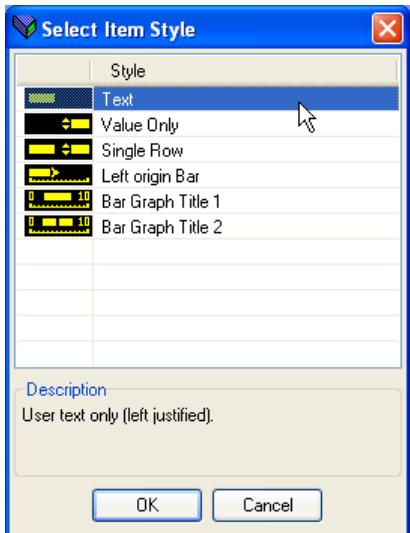

Figura 7.8.1a Finestra di selezione dello stile
- Cliccare due volte su una delle celle in "Incrementare l'Elenco dei Parametri" per visualizzare la finestra "Selezionare lo Stile del Parametro" (Figura 7.8.1a).